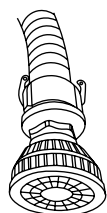

Fig. 8
5. Coloque un filtro / colador (no incluido) en el extremo de la manguera de succión rígida (Fig. 8), antes de colocar la manguera en la fuente de agua estancada (como un lago, arroyo o estanque). **NOTA:** La elevación total desde el filtro / colador hasta el nivel del puerto lateral no debe superar los 25 pies (7.6 metros). Conecte el otro extremo de la manguera a la válvula de entrada de la bomba (Fig. 1).